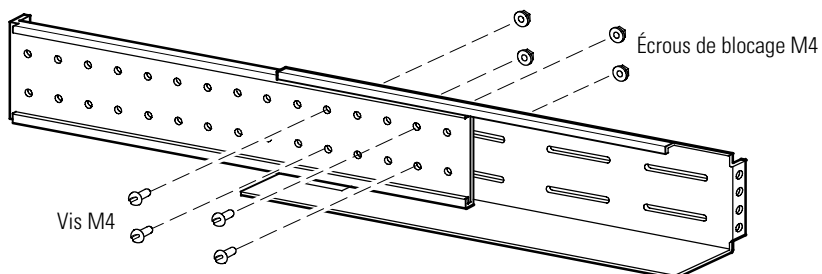

Figure 2. Serrage des rails (rail droit représenté)
4. Pour bien serrer le rail, placez quatre vis de mécanique M4 et quatre écrous de blocage M4 au milieu du rail. Serrez à l'aide d'un tournevis à douille de 7 mm (9/32"). Voir la Figure 2.